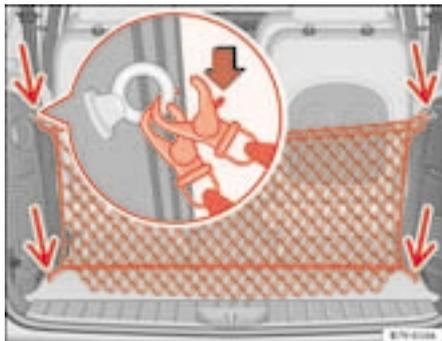

Abb.116 Netztrennwand in eingebautem Zustand
- Zum Ausbauen der Netztrennwand hängen Sie die sechs Befestigungshaken ⇒ Abb. 116 (Pfeile) aus.